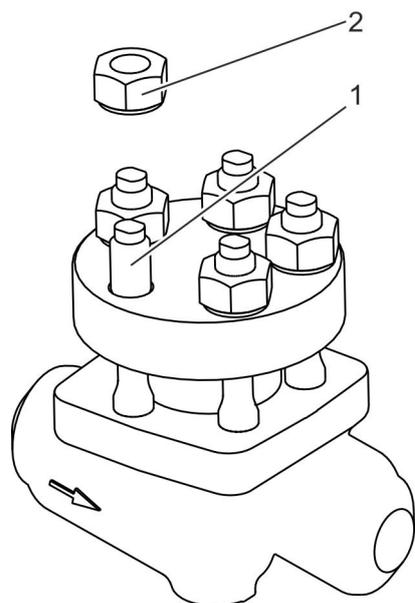

Fig. 15 : Mise en place des écrous
- 12.** ➤ Visser légèrement les écrous (Fig. 15 /2) sur les goujons filetés (Fig. 15 /1).